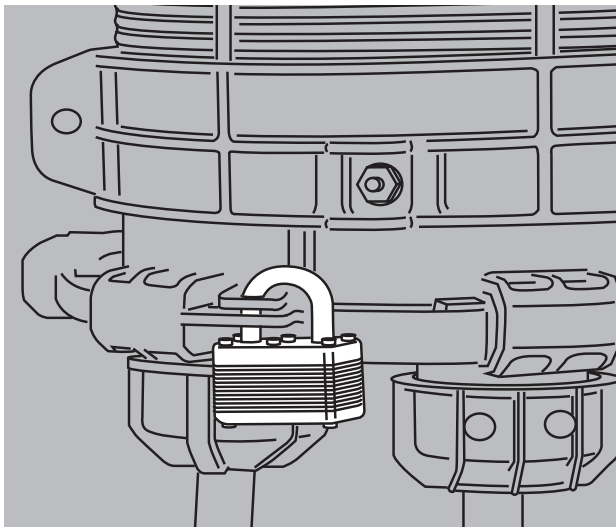

**FIGURA 28**
**28.** Aplique hasta un máximo de 700 milibars (10 psi) por la válvula de aire. Utilizando un liquido para pruebas de fuga, aplíquelo en todas las ranuras de entrada de cables, disco etc buscando posibles fugas. Efectuada esta prueba satisfactoriamente, suelte completamente el aire introducido al domo. (Figura 28)